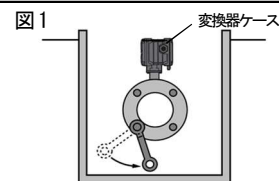

図2 ヒーター設置
- 低温使用では、凍結防止措置を行ってください。(右図 2 参照)